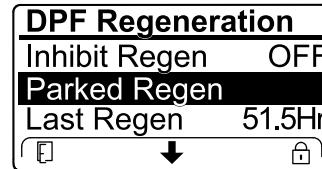

Bild 59
- Wenn der Motorcomputer eine Wiederherstellung-Regenerierung anfordert oder eine Wiederherstellung-Regenerierung ausführt, und Sie auf die Option PARKED REGEN navigieren, ist die geparkte Regenerierung gesperrt und das Schloss-Symbol (Bild 59) wird unten rechts im InfoCenter angezeigt.